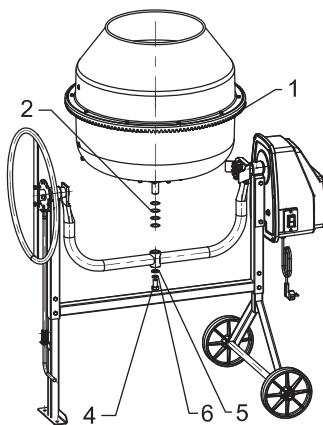

Рис. 12
Показателем для замены зубчатого венца служит износ зубьев зубчатого венца или наличие микротрещин зубчатого венца. При наличии незначительного износа зубчатого венца поз. 1 (рис. 12) зацепление возможно отрегулировать, изъав регулировочные шайбы поз. 2 и уменьшив образовавшийся зазор в зацеплении. Для этого необходимо:
- Отвернуть гаечным ключом болт поз. 4 (рис. 12), снять плоскую шайбу поз. 5 и пружинную поз. 6.
Установить на ось барабана с замененным венцом набор шайб поз. 2, установить ось барабана в стакан траверсы. Проверить зубчатое зацепление, сделав полный оборот барабана. При больших или меньших показателях необходимо добавить или изъять шайбы поз. 2. При достижении нужного зацепления собрать болт поз. 4 с шайбами поз. 5 и поз. 6 и завернуть болт в сборе с шайбами в отверстие оси. Проверить затяжку болта и вращение (рис. 12 и 13).